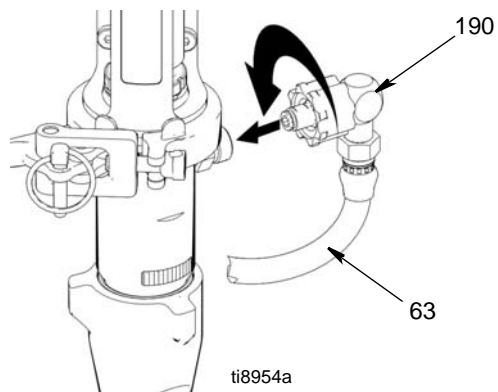

FIG. 25
6. (Fig. 25) Glid koblingsdækslet (193) nedad over stangkoblingsanordningerne (179).